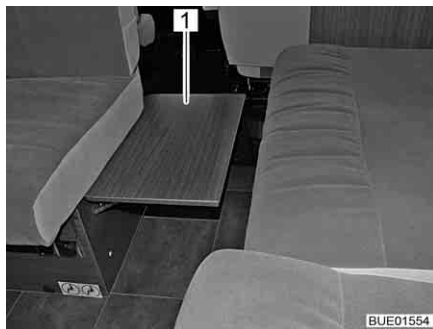

Bild 108 Uppfällbar sittbänksbreddning
- Fäll upp sittbänksbreddningen (Bild 108,1) vid den främre sittbänken och haka i den.